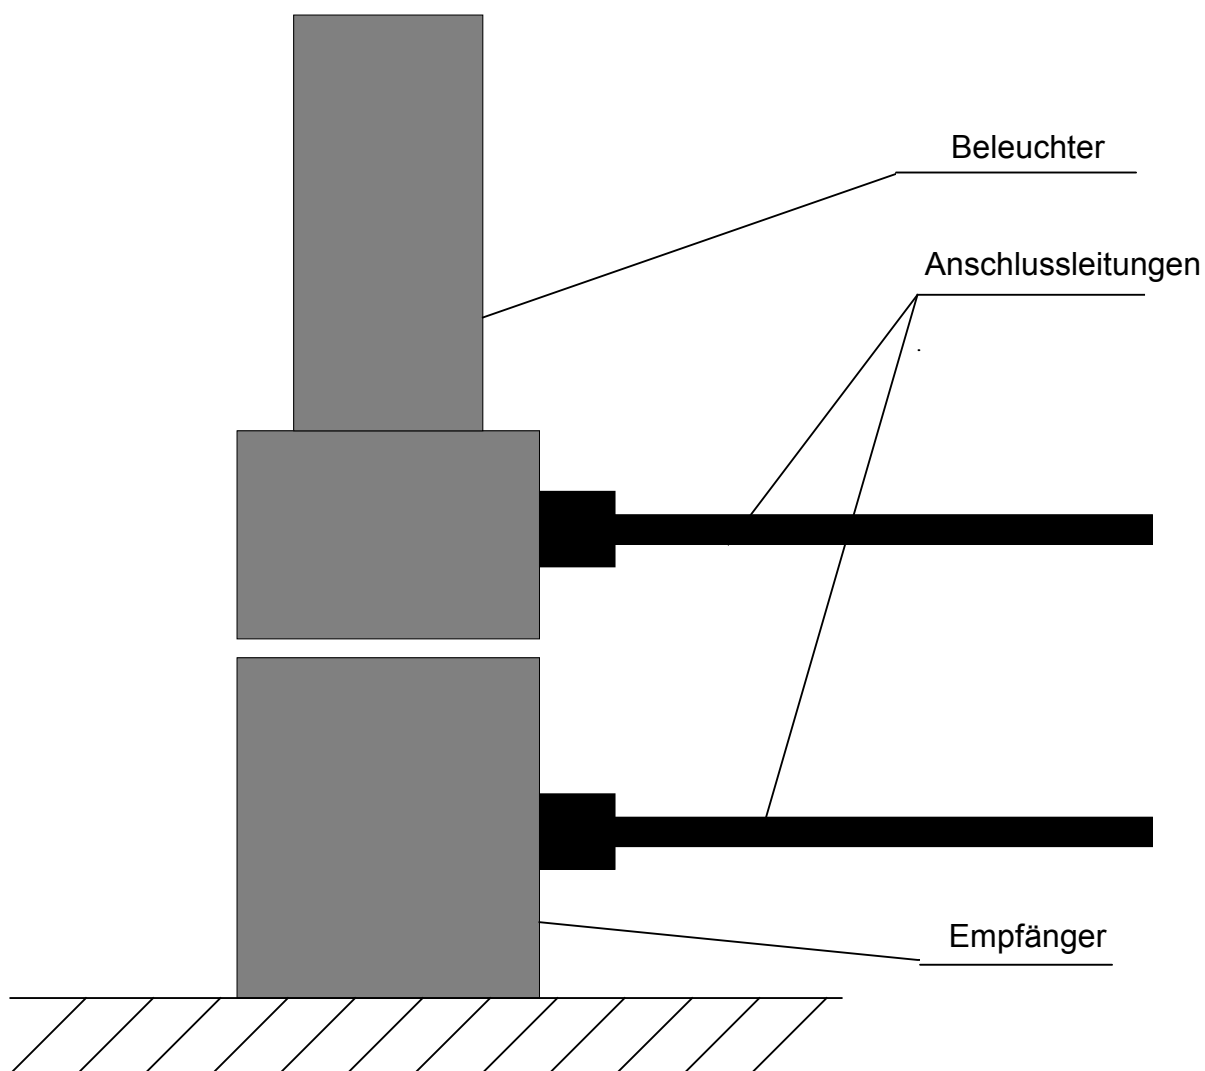

Bild 7. Positionierung der Elemente während der Kalibrierung.
- B. Die auf diese Weise verbundenen Elemente sind auf einer ebenen Fläche so aufzustellen, dass der Empfänger unter dem Beleuchter (Bild 7) ist.
- F. Nach erfolgter Kalibrierung erscheint die Meldung über Richtigkeit bzw. über einen Fehler ihrer Beendigung. Bei richtig erfolgter Kalibrierung kann man mittels der ESC und ENTER-Tasten entscheiden, ob die alten Kalibrierungsangaben durch die neuen ersetzt werden sollten. Bei falscher Kalibrierung soll die Verbindung des Beleuchters mit dem Empfänger gemäss des Bild 7 geprüft werden. Falls eine Kalibrierung nicht möglich ist soll man den Service bzw. den Hersteller kontaktieren.